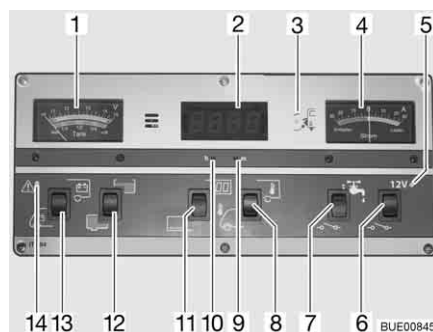

Fig. 155 Pannello di controllo IT 994
Per l'indicatore volt/serbatoio (Fig. 155,1) leggere la scala superiore. L'indicatore si illumina automaticamente appena viene premuto un interruttore.
- Premere l'interruttore a bilico (Fig. 155,13) in basso: Viene indicata la tensione della batteria di avviamento.
- Premere l'interruttore a bilico (Fig. 155,13) in alto: Viene indicata la tensione della batteria dell'abitacolo.
Per l'indicatore volt/serbatoio (Fig. 155,1) leggere la scala inferiore. L'indicatore si illumina automaticamente appena viene premuto un interruttore.
- Premere l'interruttore a bilico (Fig. 155,12) in alto: Viene indicato il livello del serbatoio dell'acqua.
- Premere l'interruttore a bilico (Fig. 155,12) in basso: Viene indicato il livello del serbatoio delle acque grigie.
La spia luminosa rossa ALARM (Fig. 155,14) inizia a lampeggiare non appena la tensione della batteria dell'abitacolo scende al di sotto di 11 V (misurazione durante il normale esercizio) con conseguente rischio che la batteria si scarichi troppo.
- Accensione:* ■ Premere l'interruttore a bilico (Fig. 155,11) in alto: L'indicatore dell'orologio digitale si accende. L'indicatore per la temperatura è pronto al funzionamento.
- Spegnimento:* ■ Premere l'interruttore a bilico (Fig. 155,11) in basso: L'indicatore dell'orologio digitale e l'indicatore di temperatura sono spenti.
- Regolazione:* ■ Premere con un oggetto sottile, p. es. con la punta di una matita, nell'apertura per l'indicazione delle ore (Fig. 155,10) finché non viene visualizzato il numero dell'ora desiderata.
- Premere con un oggetto sottile, p. es. con la punta di una matita, nell'apertura per l'indicazione dei minuti (Fig. 155,9) finché non viene visualizzato il numero dei minuti desiderato.
- Indicazione:* ■ Premere l'interruttore a bilico (Fig. 155,8) in alto: Viene indicata la temperatura interna.
- Premere l'interruttore a bilico (Fig. 155,8) in basso: Viene indicata la temperatura esterna.
Sullo strumento indicatore di corrente (Fig. 155,4) appare in permanenza la corrente attualmente erogata dalla batteria. L'indicatore si illumina automaticamente appena viene premuto un interruttore.
L'interruttore principale a 12 V (Fig. 155,6) inserisce o disinserisce il pannello di controllo e l'alimentazione a 12 V dell'abitacolo.
Accensione: ■ Premere l'interruttore a bilico (Fig. 155,6) in alto: L'alimentazione a 12 V dell'abitacolo è inserita. La spia di controllo (Fig. 155,5) diventa verde.
Spegnimento: ■ Premere l'interruttore a bilico (Fig. 155,6) in basso: L'alimentazione a 12 V dell'abitacolo è disinserita. La spia di controllo (Fig. 155,5) si spegne.
La spia di controllo a 12 V (Fig. 155,5) si accende non appena l'interruttore principale a 12 V (Fig. 155,6) viene inserito.
La spia gialla di controllo a 230 V (Fig. 155,3) si accende quando all'ingresso della centralina elettrica è presente una tensione di rete.
Accensione: ■ Premere l'interruttore a bilico (Fig. 155,7) in alto: L'alimentazione idrica è accesa.
Spegnimento: ■ Premere l'interruttore a bilico (Fig. 155,7) in basso: L'alimentazione idrica è spenta.